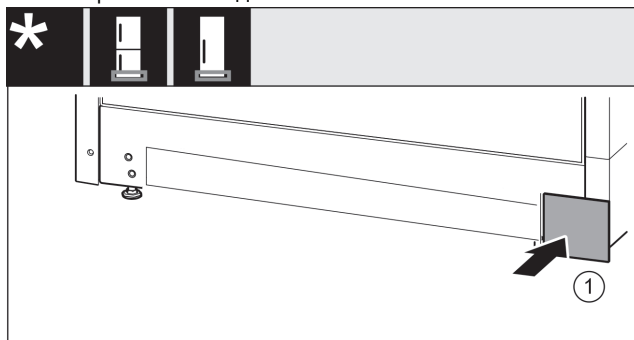

Fig. 19
- ▶ Снова установите крышку Fig. 19 (1) с другой стороны.